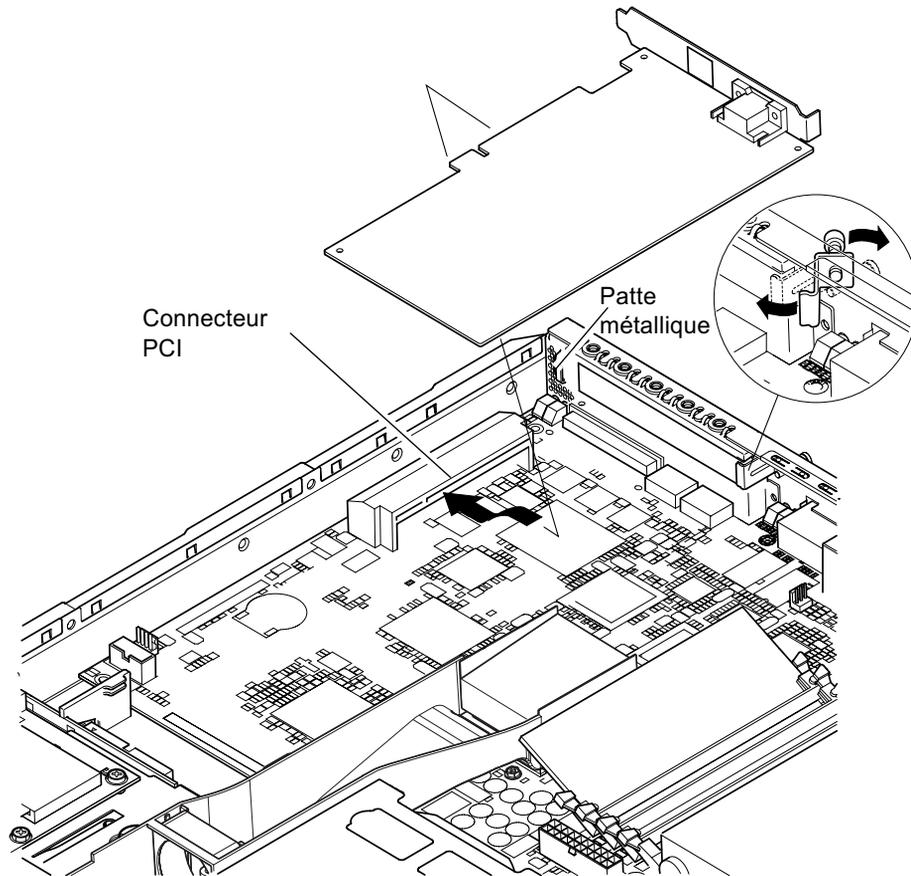

FIGURE 4-7 Support de retenue rotatif et positionnement de la carte PCI
- 3. Desserrez légèrement la vis de fixation maintenant en place le support de retenue du connecteur PCI (voir la FIGURE 4-7).**
Faites pivoter le support de retenue de 90 degrés (voir la FIGURE 4-7). Cette opération permet de relâcher le panneau de remplissage dans le connecteur PCI pour vous permettre de retirer le panneau. Retirez-le.
- 5. Insérez fermement la carte PCI dans le connecteur PCI (voir la FIGURE 4-7) en vous assurant que le support de la carte PCI est correctement positionné à l'arrière du châssis.**
L'extrémité conique du support doit se trouver à l'intérieur de la petite patte métallique prévue à cet effet sur le châssis (voir la FIGURE 4-7).
7. **Remplacez le support de retenue rotatif et vissez-le (voir la FIGURE 4-7) pour attacher la carte PCI au châssis.**
2. **Desserrez légèrement la vis de fixation maintenant le support de retenue rotatif (la FIGURE 4-7 montre la vis et le support).**
Faites pivoter le support de retenue de 90 degrés (voir la FIGURE 4-7).
6. **Remettez en place le panneau de remplissage du connecteur PCI (sur le panneau arrière du châssis), puis serrez la vis de fixation attachant le support de retenue rotatif (voir la FIGURE 4-7).**